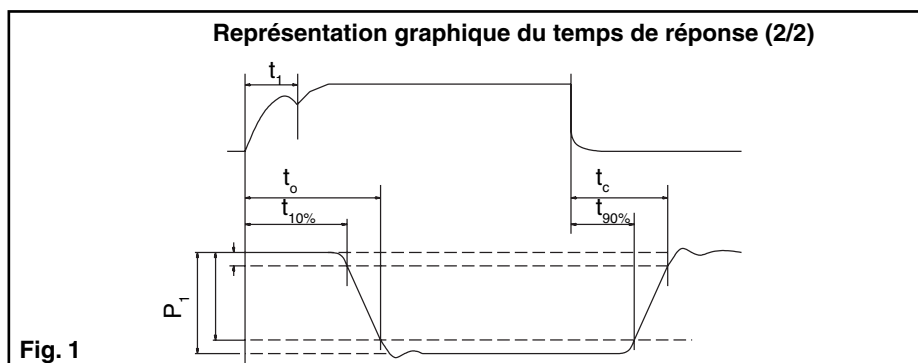

Fig. 1
**Légendes des fig. 1, 2, 3 et 4 :**
(voir fig. 1 ou 3)
(voir fig. 1)